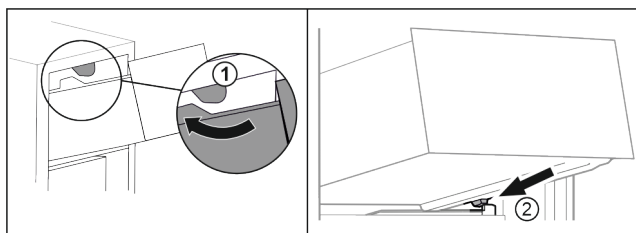

Fig. 88
- ▶ Introduzca el cajón rodeando los toques superiores. Fig. 88 (1)
- ▶ Coloque el cajón inclinado detrás de los toques inferiores sobre la nervadura para recipientes. Fig. 88 (2)